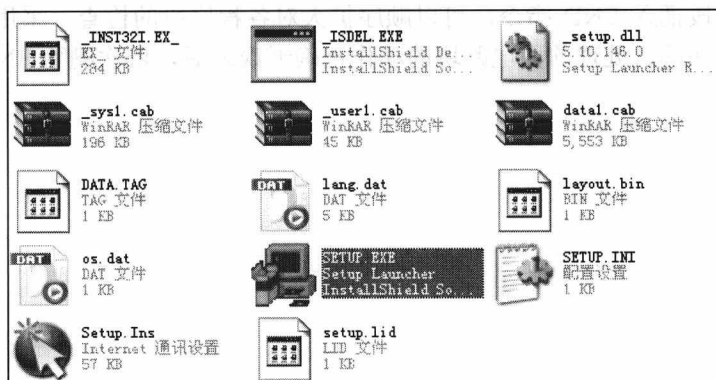

图 3-1 EnvMEL 文件夹
(1) 先安装通用环境，进入文件夹 EnvMEL，如图 3-1 所示，单击 SETUP.EXE 图标安装。